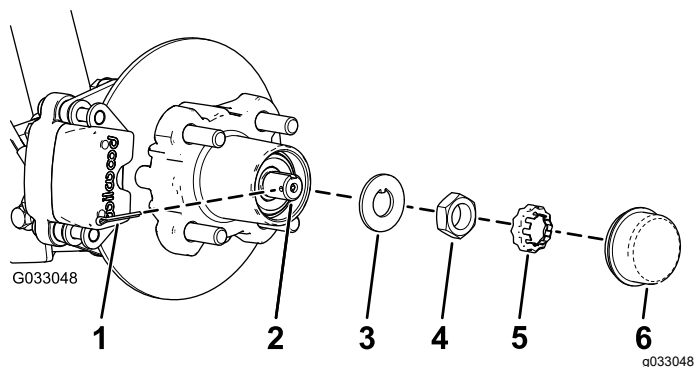
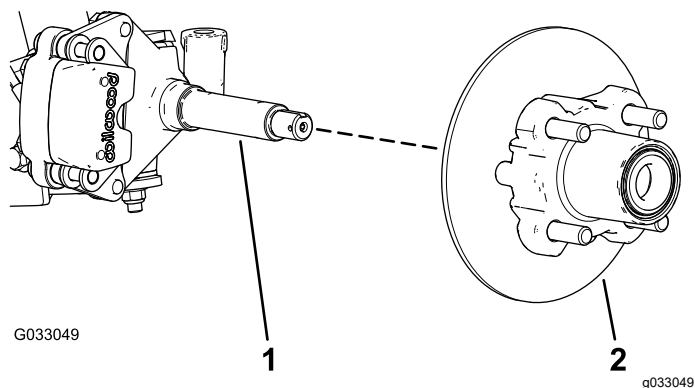

Figura 26
Figura 27
4. Rimuovete il coperchietto antipolvere dal mozzo (Figura 26).
5. Rimuovete la coppiglia e il fermadado dal mandrino e dal relativo dado (Figura 26).
6. Rimuovete il dado del mandrino dal mandrino e separate il gruppo mozzo e rotore dal mandrino (Figura 26 e Figura 27).